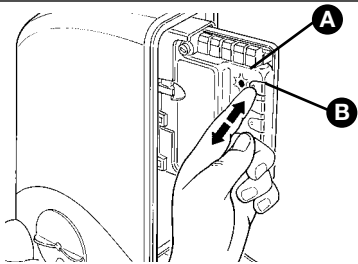

Figura 70
2 Presione el botón P1 (Figura 70) en la central una cantidad de veces equivalente al mando deseado, según la siguiente tabla:
- 1 Presione y mantenga apretado el botón P1 [B] (Figura 70) en la central.